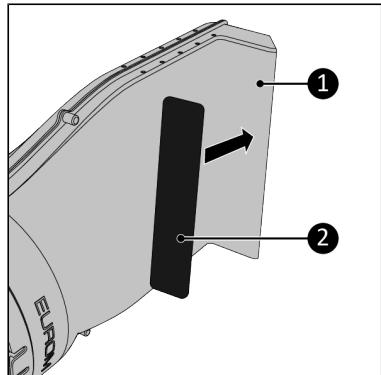

Figure 160.
- Collez la mousse antidérapante de 40 x 220 mm (Figure 160, pos. 2) à l'intérieur du Way-out (Figure 160, pos. 1).